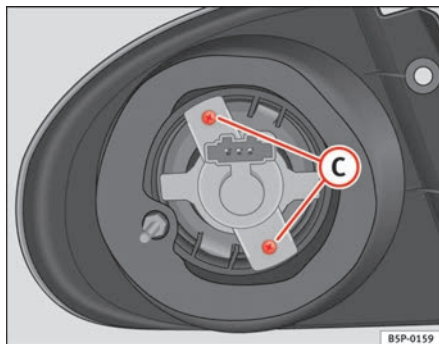

Abb. 186 Blinklicht
- Drehen Sie die Schrauben ⇒ Seite 269, Abb. 186 **C** der Lampenfassung heraus und ziehen Sie diese heraus.
- Drehen Sie die Schrauben ⇒ Abb. 186 **C** der Lampenfassung heraus und ziehen Sie diese heraus.